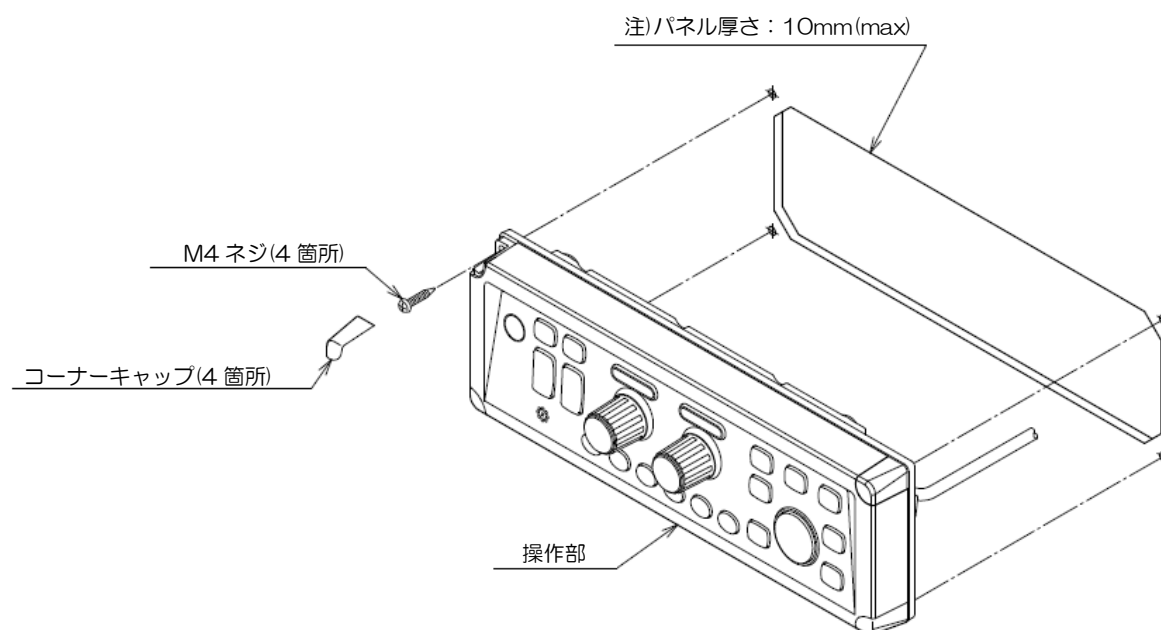
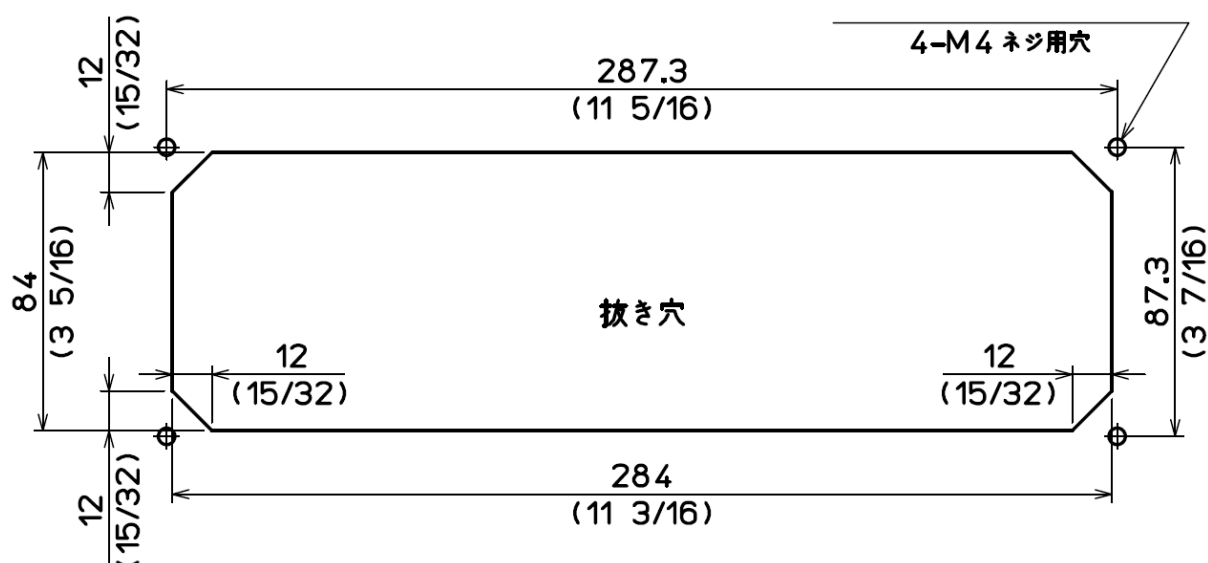

図 1.9 操作部のフラッシュマウント取付図
図 1.10 操作部のフラッシュマウント取付穴加工図
- (1) 設置場所に角穴をあけます。(図 1.10 参照)
- (2) 操作部枠の四隅にあるプラスチック製のコーナーキャップを外します。(上に引き抜くと簡単に外れます)
- (3) 操作部と角穴が合うか、ハメ合わせを確認します。不具合があれば角穴を修正します。
- (4) 操作部と接続ケーブルを開口穴に入れ、操作部を取り付け面と平衡になるようにします。(図 1.9)
- (5) 操作部を設置する場所(角穴)にはめ込み、4mm のタッピングネジ(または M4 なべ小ネジ) 4 本で固定します。(4mm ネジは取り付け部の厚さに応じたネジを手配してください。)
- (6) (2)項で外したコーナーキャップを差し込みます。